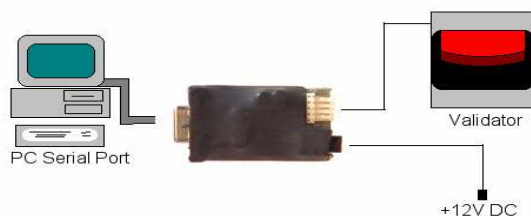

Рисунок 20 – Подключение DA1 к NV9 и PC для перепрограммирования
Если Вы используете операционную систему Windows 95/98/NT™, Pentium™ (© Microsoft and Intel), то подключите DA1 к NV9 так, как показано ниже (см. Рисунок 20), используя переходник с 16-ти на 5 выводов. Провод для подачи питания +12(V) на одном конце имеет Джек, 3.5(мм), а на другом два разъема: красный и черный. Подключите +12(V) к разъему красного цвета, а 0(V) к разъему черного цвета.